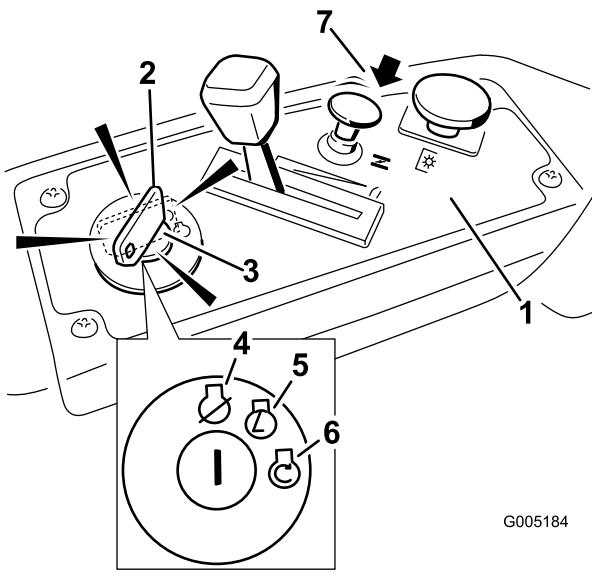

Figura 10
4. Girate la chiave di accensione in posizione Start per attivare il motorino di avviamento; Rilasciatela quando il motore si accende (Figura 10).
3. Tirate verso l'alto il comando dello starter prima di avviare il motore a freddo (Figura 10).
5. Dopo l'avvio del motore, premere il comando dello starter (Figura 10). Se il motore si spegne o esita, tirate verso l'alto il comando dello starter e lasciate girare il motore per alcuni secondi. Quindi premete il comando dello starter e spostate la leva dell'acceleratore nella posizione desiderata. All'occorrenza, ripetete il procedimento.
2. Posizionate la leva dell'acceleratore tra alta e mezza velocità (Figura 10).